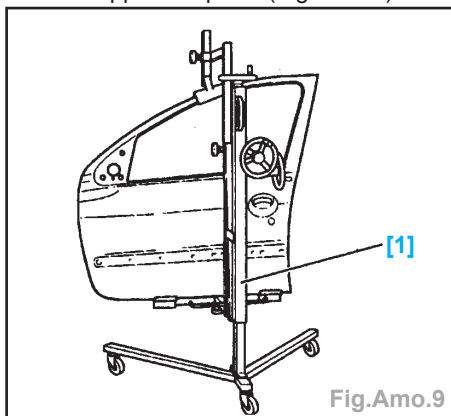
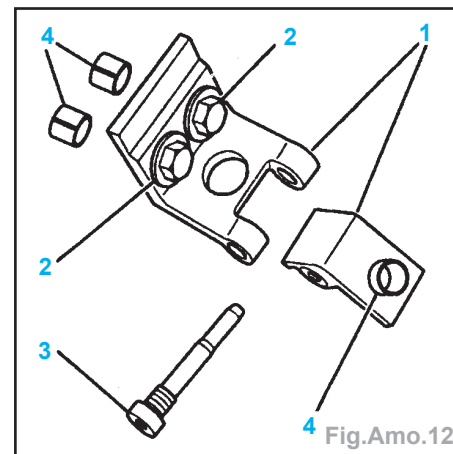

Fig.Amo.9
Fig.Amo.12
Outil : Support de porte (Fig.Amo.9).
- Mettre en place la porte neuve sur le support (Fig.Amo.9).
- Mettre en place les charnières (1) munies de pions de centrage sur le pied AV.
- Serrer sans bloquer les vis (2) (Fig. Amo.12).
Nota : En cas de difficultés de mise en place, déposer les pions de centrage (4) de pied et éventuellement celui de la porte (Fig.Amo.12).